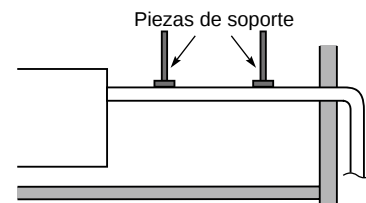

Fig. 3-65-4
- No aplique fuerza a las tuberías del lado de la unidad cuando conecte el tubo de drenaje. El tubo no debería poderse colgar sin soporte desde su conexión con la unidad. Fije el tubo a una pared, bastidor u otro soporte lo más cerca posible de la unidad. (Fig. 3-65-4)